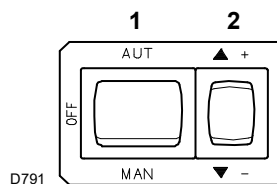
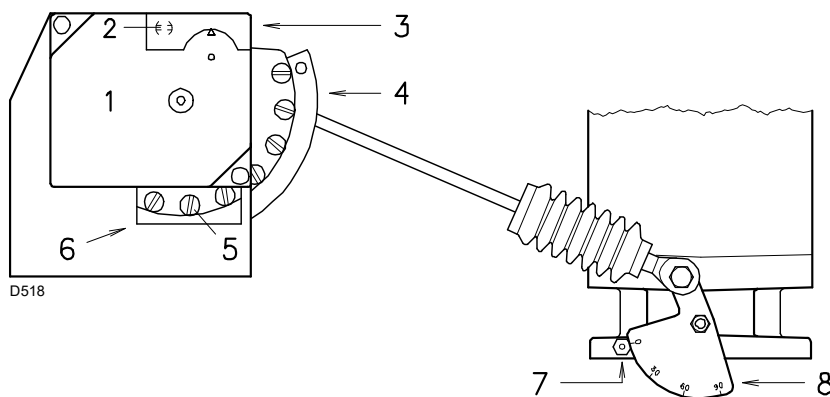
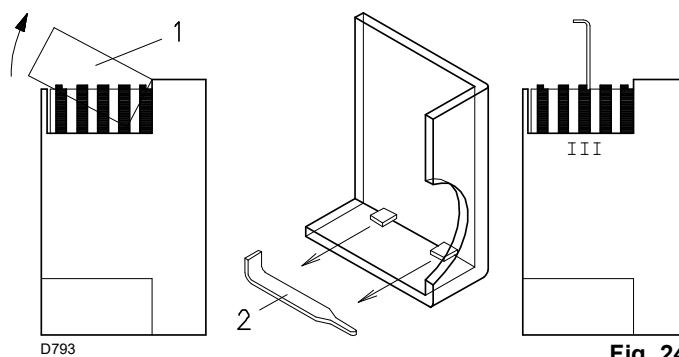

Fig. 22
Fig. 23
Fig. 24
Fermer les télécommandes et placer l'interrupteur 1)(Fig. 22) sur «MAN».
Appuyer ensuite sur le bouton 2)(Fig. 22) «augmentation de puissance» et le maintenir enfoncé jusqu'à ce que le servomoteur ait ouvert le volet d'air et le papillon gaz à 90°.
Modifier en progression le profil final de la came 4) (Fig. 23) en agissant sur les vis de celle-ci qui apparaissent à l'intérieur de l'ouverture 6) (Fig. 23).
Légende (Fig. 23)
Appuyer sur le bouton 2)(Fig. 22 à la page 24) «diminution de puissance» et le maintenir enfoncé jusqu'à ce que le servomoteur ait fermé le volet d'air et le papillon gaz à 20° (réglage effectué en usine).
- S'il faut diminuer ce débit, réduire légèrement l'angle de la came III (Fig. 24) par de légers déplacements successifs; autrement dit, procéder par étape en passant de l'angle de 20° à 18°, puis 16°
- S'il faut augmenter le débit, appuyer sur le bouton «augmentation de puissance» 2)(Fig. 22 à la page 24)(ouvrir de 10-15° le papillon du gaz), augmenter l'angle de la came III (Fig. 24) par de légers déplacements successifs; autrement dit, procéder par étape en passant de l'angle de 20° à 22°, puis 24° ...
Pour le réglage éventuel de la came III, retirer le couvercle 1), monté à pression (Fig. 24), extraire la clavette 2) située à l'intérieur et l'introduire dans la fente de la came III.
Modifier en progression le profil initial de la came 4) (Fig. 23) en agissant sur les vis de celle-ci qui apparaissent à l'intérieur de l'ouverture 6)(Fig. 23).
Appuyer légèrement sur le bouton 2)(Fig. 22 à la page 24) «augmentation de la puissance» de sorte qu'une nouvelle vis 5)(Fig. 23) apparaisse à l'intérieur de l'ouverture 6)(Fig. 23), et la régler de façon à obtenir une combustion optimale.